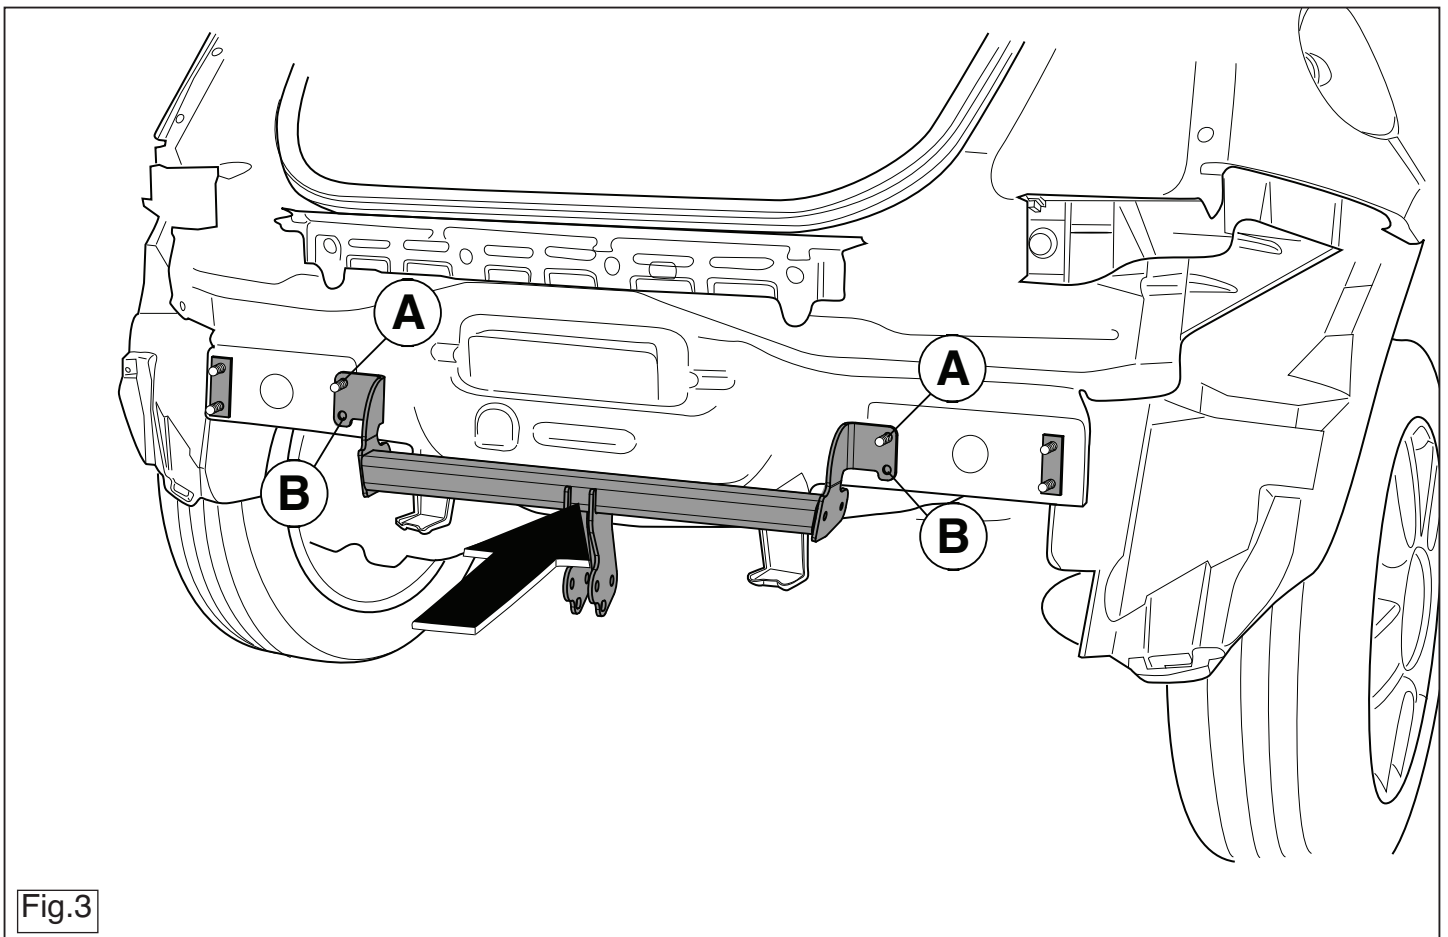

Fig.3
4. Fit the tow bar at points A and B using spacer plates. (See figure 3).
4. Die Anhängervorrichtung einschließlich Füllplatten bei den Punkten A und B montieren. (Siehe Abbildung 3).
4. Fixer l'attache-remorque à l'emplacement des points A et B, y compris les plaquettes de calage. (Voir la figure 3).
4. Monter anhængertrækket ved punkterne A og B inklusiv udfyldningsplader. (Se fig. 3).